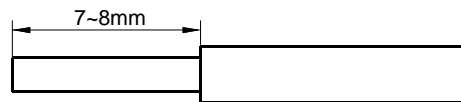
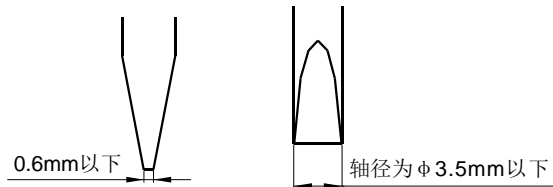
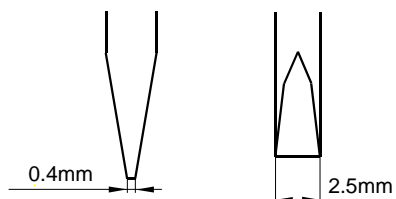

图1
图2
图3
导线前端需剥去7mm~8mm的绝缘保护层，如图1所示。请务必按此尺寸使用。
- 接线时，请使用如图2所示的螺丝刀：
一字型螺丝刀：见图2
接线时，请使用如图3所示螺丝刀。
将继电器插座防脱卡簧呈现于打开状态(详见图1)，将继电器对准插座主体型腔(详见图2)。然后逆时针扳动防脱卡扣，同时轻轻下压继电器，直至继电器完全装入插座(详见图3)。
(图1)
(图2)
(图3)